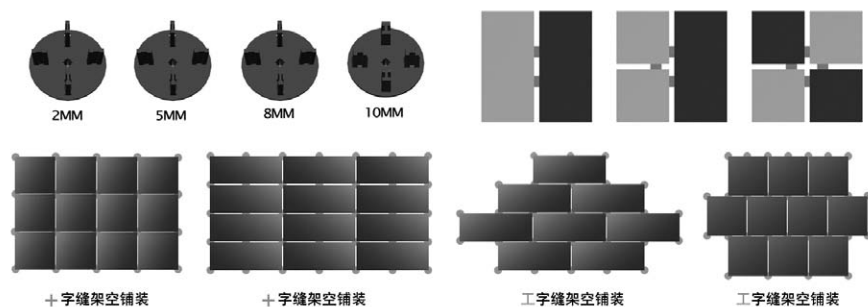
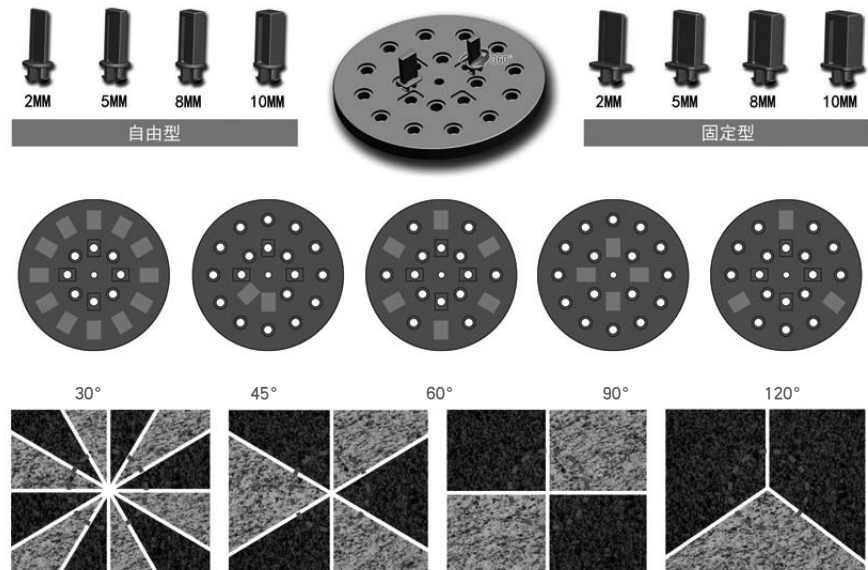

图10 常规铺装方法示意图
图11 特殊留缝操作示意图
(5) 石材缝隙宽度通过分隔片控制, 分隔片宽度为2mm、5mm、8mm、10mm, 其中2个分隔片可以自由去掉以应对特殊安装要求。铺装方法见图10, 特殊情况留缝操作施工见图11。